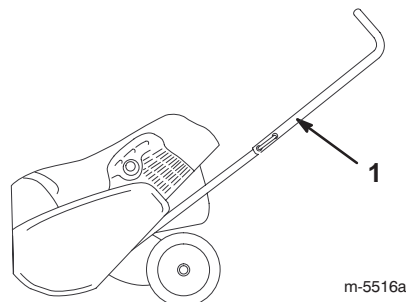

Bild 5
2. Bringen Sie den oberen Griff an und beachten Sie dabei Bild 5.